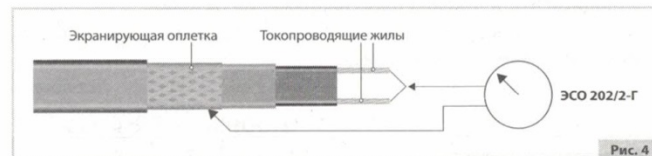

Рис. 4
5.12. Саморегулирующиеся нагревательные кабели имеют температурно-зависимое сопротивление и данные о величине сопротивления не являются достоверным ориентиром для определения присоединённой нагрузки. По этой причине саморегулирующиеся нагревательные кабели проверяются только на сопротивление изоляции нагревательного элемента (измерение производится между токоведущими жилами и экранирующей оплёткой нагревательного кабеля) и сопротивление оболочки нагревательного кабеля (измерение производится между экранирующей оплёткой нагревательного кабеля и контуром заземления) (см. рис. 4).